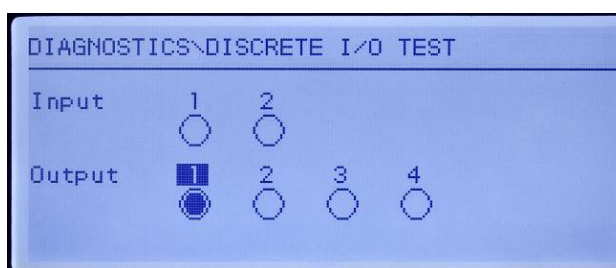

Figure 5-13 : Écran de texte E/S discrètes, sortie 1 active
3. La surbrillance de contrôle d'une sortie spécifique est indiquée par inversion de la vidéo du nombre au-dessus de la sortie. Lorsqu'une sortie est en surbrillance, appuyez sur la touche de navigation UP pour Activer la sortie. Un cercle plein et plus petit apparaît pour indiquer que la sortie est ACTIVÉE. Ceci est présenté sur la Figure 5-13.